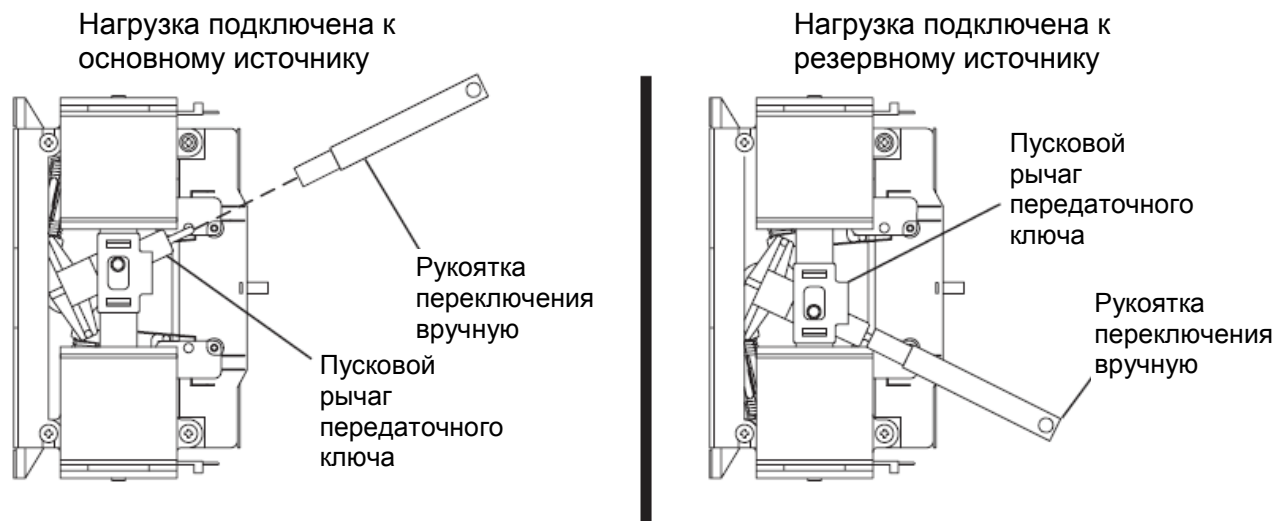

Рисунок 2. Запуск передаточного ключа вручную
5. Смотреть рисунок 2. Вставить незаизолированный конец рукоятки в пусковой рычаг передаточного ключа.